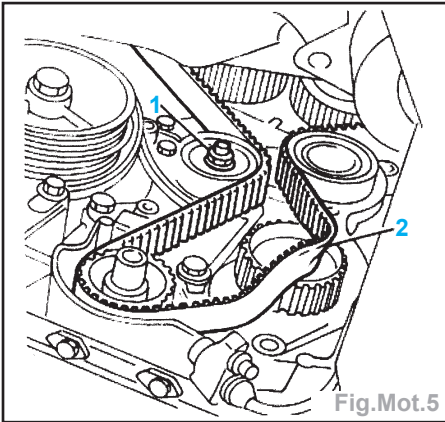

Fig.Mot.5
- Desserrer le système de tension (1) de courroie de distribution et la déposer (2) (Fig.Mot.5).